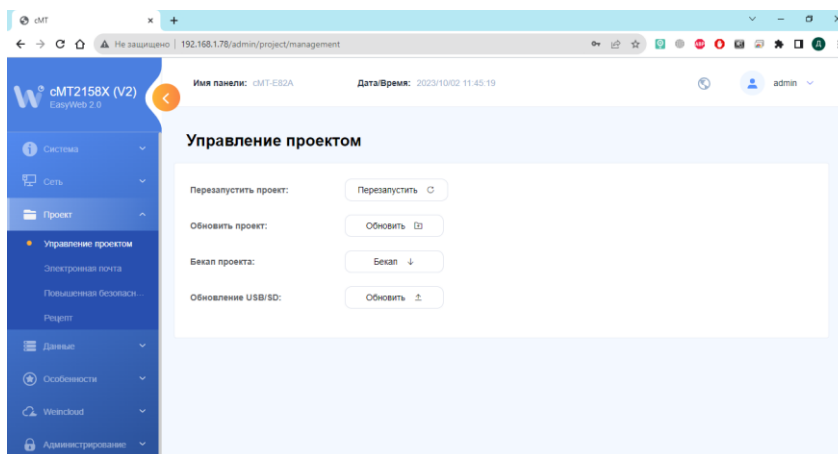

Рисунок 4.27 – Окно «Управление проектом» Web-интерфейса панели оператора БС
4. Перейти на вкладку «Проект» – «Управление проектом» (рисунок 4.27).